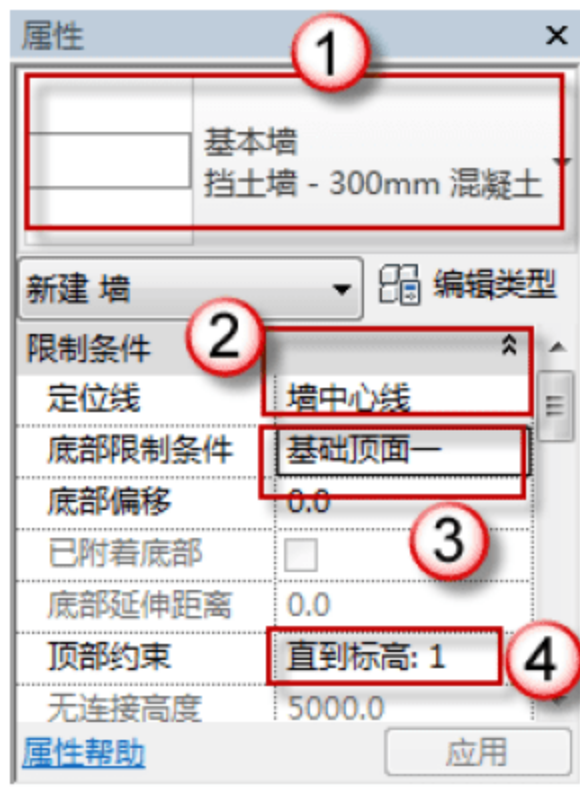
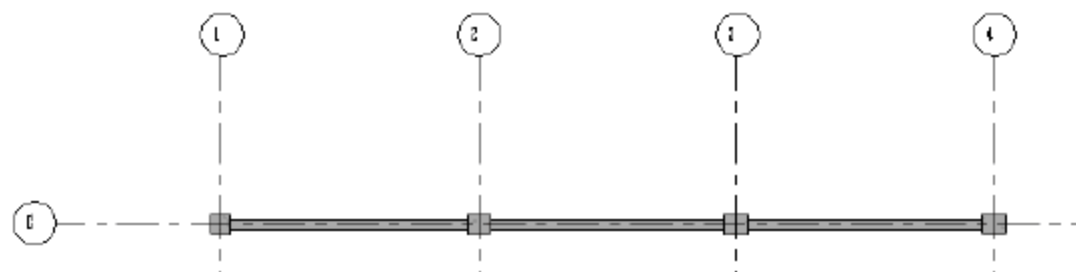
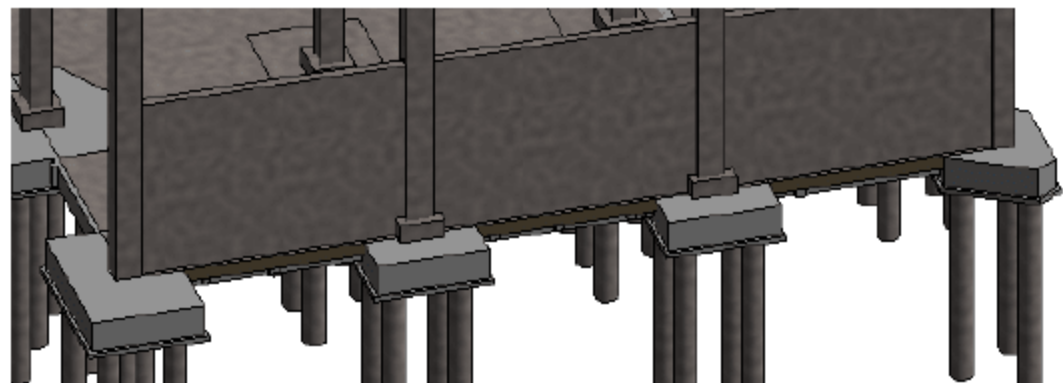

图 3.2.4 编辑挡土墙
图 3.2.5 绘制 DW1 挡土墙
图 3.2.6 绘制 DW1 挡土墙
(4) 绘制挡土墙 DW1。按快捷键 D+W（绘制结构柱），在“属性”面板中选择“挡土墙-300mm 混凝土”挡土墙类型，如图 3.2.4 所示。然后选择“深度”→“基础顶面一”选项，最后将 DW1 绘制在墙定位处，如图 3.2.5 和图 3.2.6 所示。